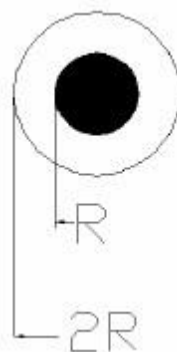

Рис.3 «Проектирование реперных знаков».
- 1.11. Вокруг реперной точки должна быть запрещенная зона (2R) для проводников, компонентов, защитной маски. Желательно проектировать реперные знаки в виде круга (R), диаметром 1 мм (См. рис.3).